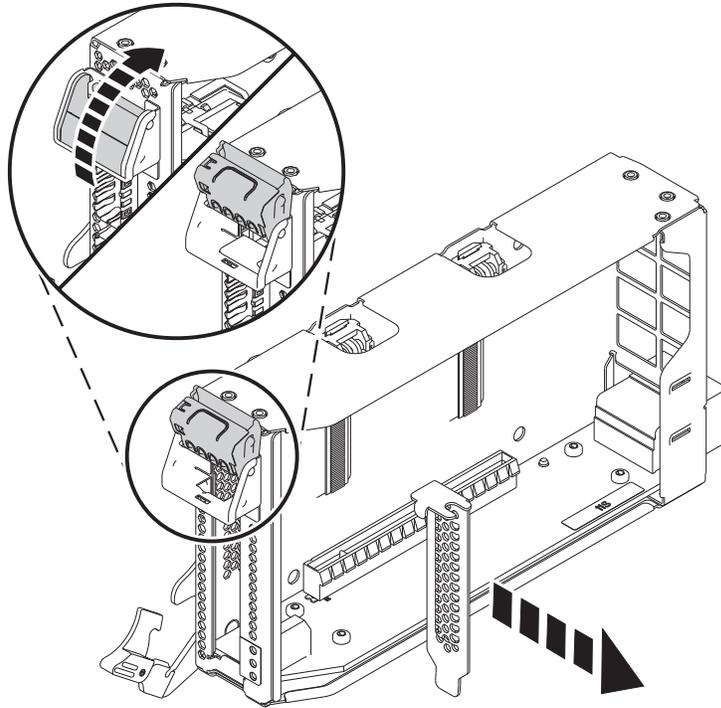

図 41. アダプター・カセットからの PCIe アダプター・フィラーの取り外し
- c. フィラーのテール・ストックをアンロックするために、44 ページの図 41 に示すように、カセットのテール・ストック側の端にあるラッチを回転させます。
- d. 44 ページの図 41 に示すように、フィラー・テール・ストックをカセットから取り外します。